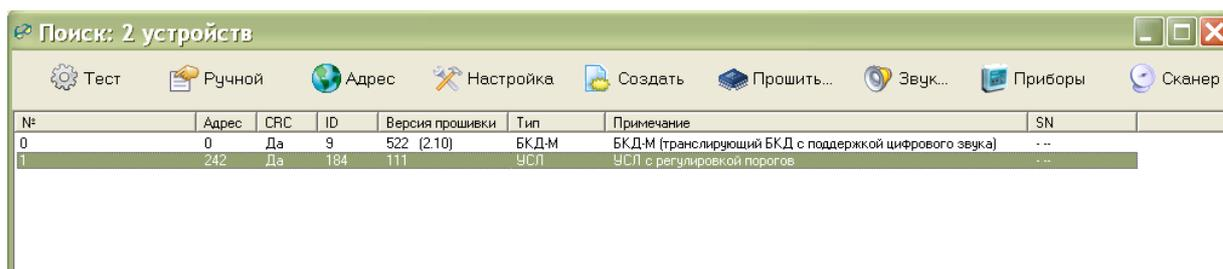

Рисунок 10 - Поиск адресных устройств
4) Выполнить поиск усилителя, выбрав пункт меню «БКДПоиск устройств». По окончании поиска проверить наличие «УСЛ» в таблице устройств (рисунок 10).
6) Для изменения адреса усилителя выбрать пункт меню «Адрес» в окне «Поиск» и установить новый требуемый адрес в соответствии с рабочим проектом системы, в которой используется УСЛ-П (рисунок 10).
- 3) Выполнить поиск устройств в программе RASOS (рисунок 10).
- 3) Выполнить поиск усилителя в программе RASOS (рисунок 10).
- 5) Выполнить команду поиска устройств «БКД/Поиск устройств...». Для обновления программного обеспечения следует в окне «Поиск» выбрать строку с требуемым УСЛ-П, нажать на кнопку «Прошить...» (рисунок 10).